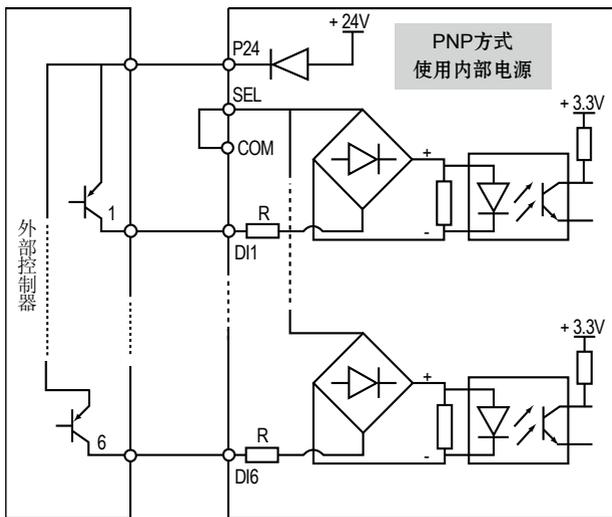

图 4-26 控制板使用内部 24V 电源时 PNP 型信号（漏极）输入接线示意图
4. 控制板 DI1—DI6，使用驱动控制器内部+24V 电源，外部控制器为 PNP 型的共发射极输出的连接方式，如图 4-26 所示。（注意去除 SEL 与 P24 端子间的短路片）